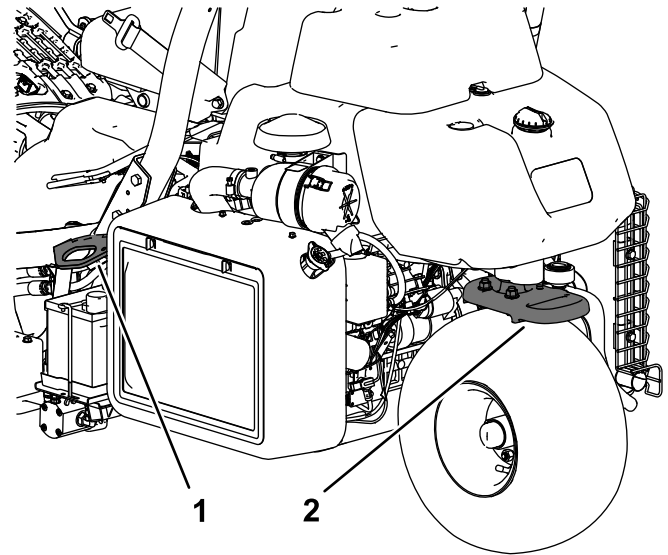

Figura 28
- Prenda a máquina de forma segura utilizando correias, correntes, cabos ou cordas. As correias frontais e traseiras devem estar dirigidas para baixo e para fora da máquina. (Figura 28).